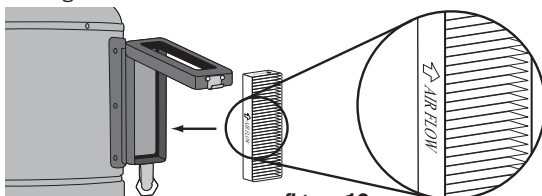

figura 12
3. Inserte el nuevo filtro. Asegúrese que la flecha impresa sobre el filtro está dirigida hacia el exterior (**figura 12**).